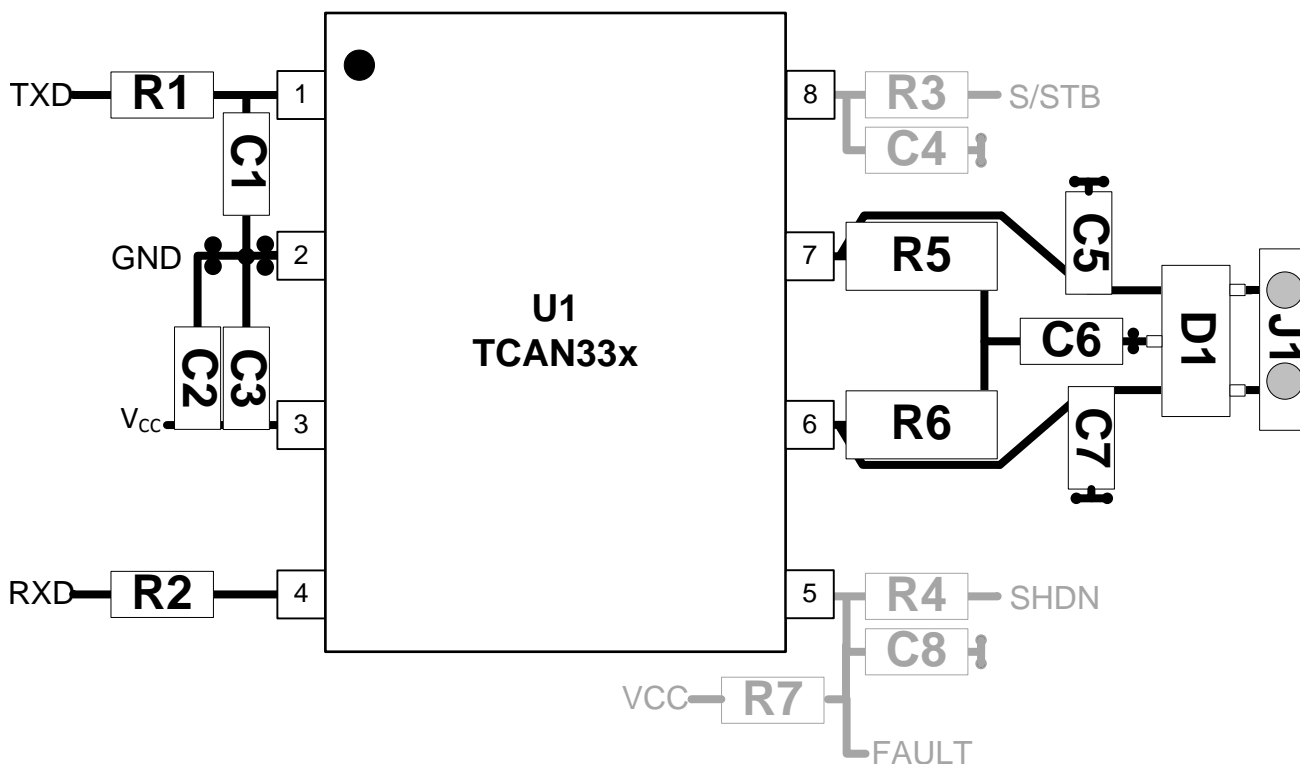

Figure 40. 布局示例
- CANH 和 CANL 的瞬态保护：瞬态电压抑制 (TVS) 和电容（如 Figure 40 中所示的 D1、C5 和 C7）可用于提供额外的系统级保护。这些器件必须尽可能靠近连接器放置。这可以防止瞬变电能和噪声进入电路板上的其他网络。
- CANH 和 CANL 的总线端接：Figure 40 显示了分裂端接，其中端接分为 R5 和 R6 两个电阻，端接的中心或分接头通过电容 C6 接地。分裂端接为总线提供共模滤波。当在电路板上而非直接在总线上进行端接时，务必谨慎操作以确保端接节点不会从总线上被移除，否则将因为总线两端端接不当而导致出现信号完整性问题。